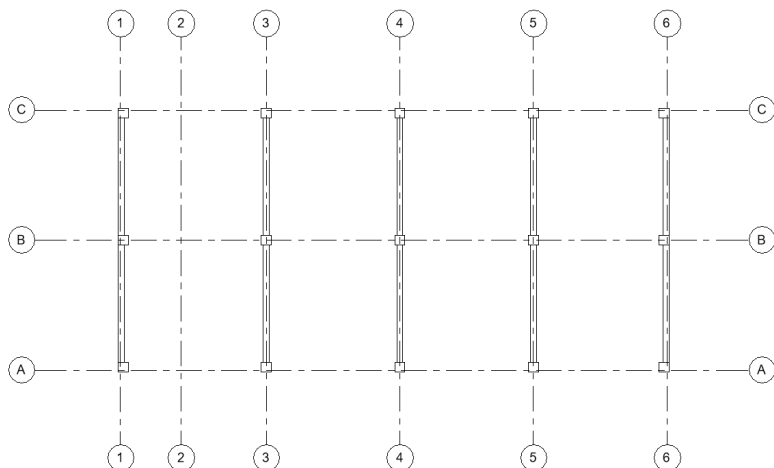
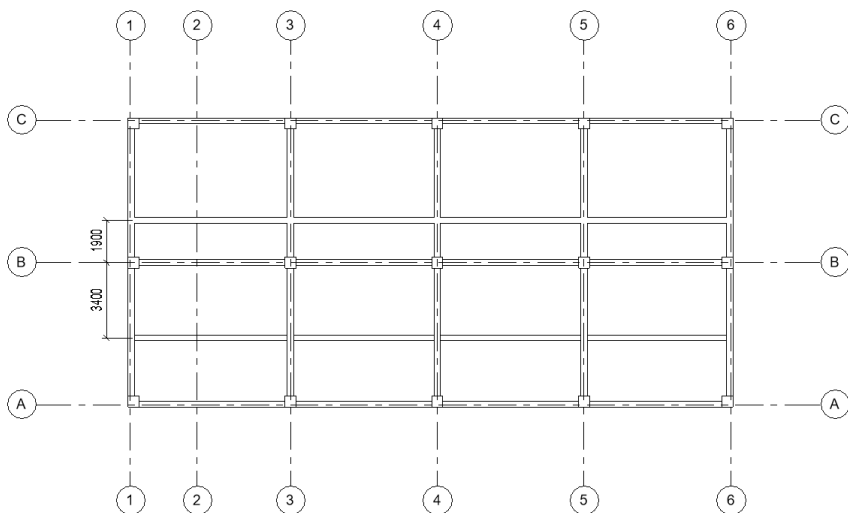

图 15-57 绘制“300×650mm”梁
图 15-58 绘制“250×600mm”梁
- (1) 在“项目浏览器”中双击“结构平面”节点下的“屋顶”，将视图切换到屋顶结构平面视图。
- (2) 单击“结构”选项卡“结构”面板“梁”按钮，在“属性”选项板中选择“混凝土 - 矩形梁 300×650mm”类型。
- (3) 根据轴网和柱，在如图 15-57 所示的位置绘制“300×650mm”梁。
- (4) 单击“结构”选项卡“结构”面板“梁”按钮，在“属性”选项板中选择“混凝土 - 矩形梁 250×600mm”类型。
- (5) 根据轴网和柱，在如图 15-58 所示的位置绘制“250×600mm”梁。